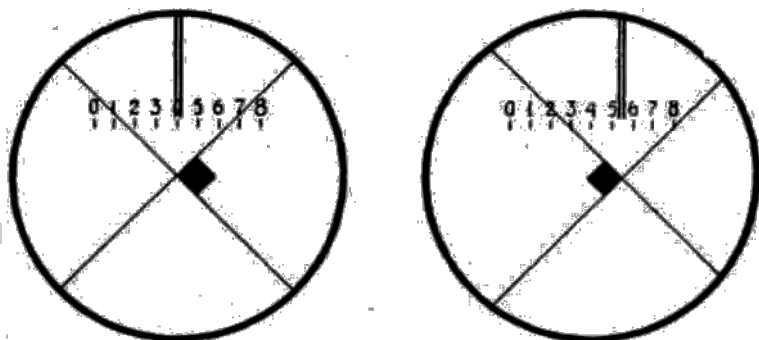

Рис. 6
7. Измерить диагональ отпечатка при помощи окуляр-микрометра. Винтами 28 и 29 подвести отпечаток к перекрестию, при этом обе стороны перекрестия должны прилегать к двум сторонам отпечатка (рис. 6, установка 1). После того как отпечаток совмещен с перекрестием, нужно произвести отсчет по измерительному барабану окуляр-микрометра. Затем вращать измерительный барабан до тех пор, пока перекрестие окуляра не совместится с противоположными двумя сторонами отпечатка (рис. 6, установка 2) и снова произвести отсчет по окуляр-микрометру. Разница отсчетов, умноженная на цену деления измерительного барабана, даст истинную величину диагонали отпечатка.